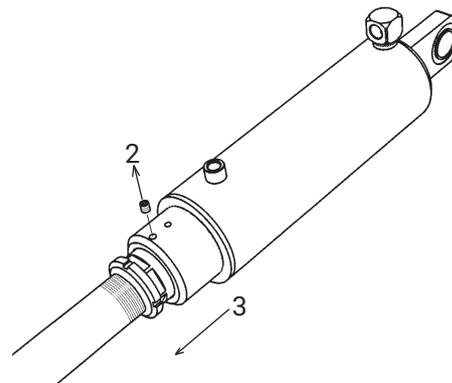

Abbildung 39. Den Anschlag ausrichten
2. Die Verschlusschraube am Anschlag lösen (2). Den Anschlag komplett in Richtung der Ladebordwand zurückschrauben (3). Siehe Abbildung 39.